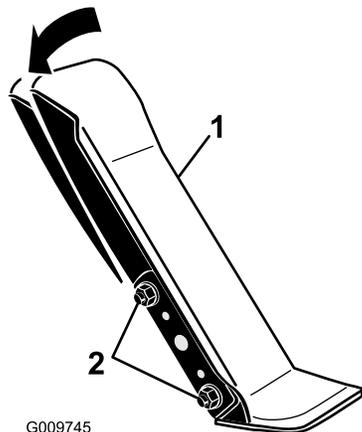

Figura 67
1. Allentare i 2 dadi e bulloni che fissano il lato sinistro del pedale di trazione alla staffa (Figura 67).
2. Inclinate il pedale nell'angolazione desiderata e stringete i dadi (Figura 67).